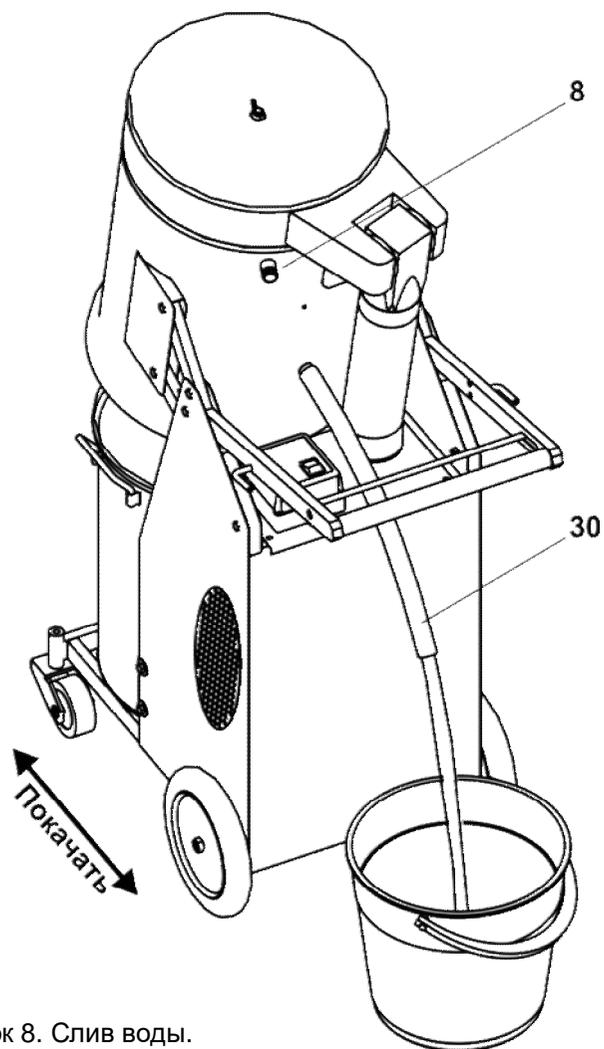

Рисунок 8. Слив воды.
7.3.3. Снять конец сливного шланга 30 с заглушки 8 и, закрыв его пальцем, направить в ведро (Рисунок 8).
Если уровень воды превышает допустимый, необходимо, сняв сливной шланг 30 с заглушки 8, слить лишнюю воду в ведро (Рисунок 8).